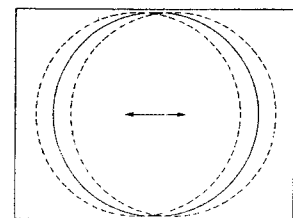

Bild 1
- d) Stellen Sie die horizontale Position so ein, daß Sie eine Bildzentrierung erhalten (Bild 1).